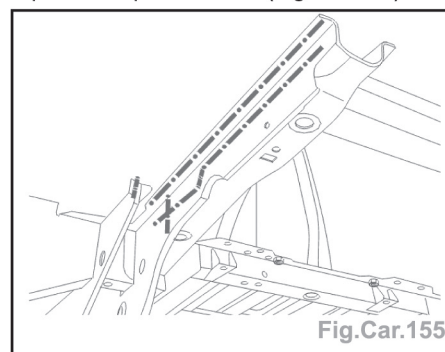

Fig.Car.155
- Préparer les bords d'accostage et protéger les bords par un apprêt soudable ainsi que sur la pièce neuve (Fig.Car.155).